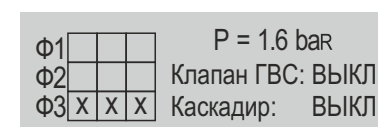

Рисунок 8
7.5.2.1 Пропадание одной или двух фаз. В случае, если к отключившейся фазе была подключена катушка аварийного контактора и насос - появится аварийная сигнализация, а по истечении некоторого интервала времени будет произведено переключение устройств прибора на исправную фазу. Картина в окне состояния будет соответствовать рис. 8.